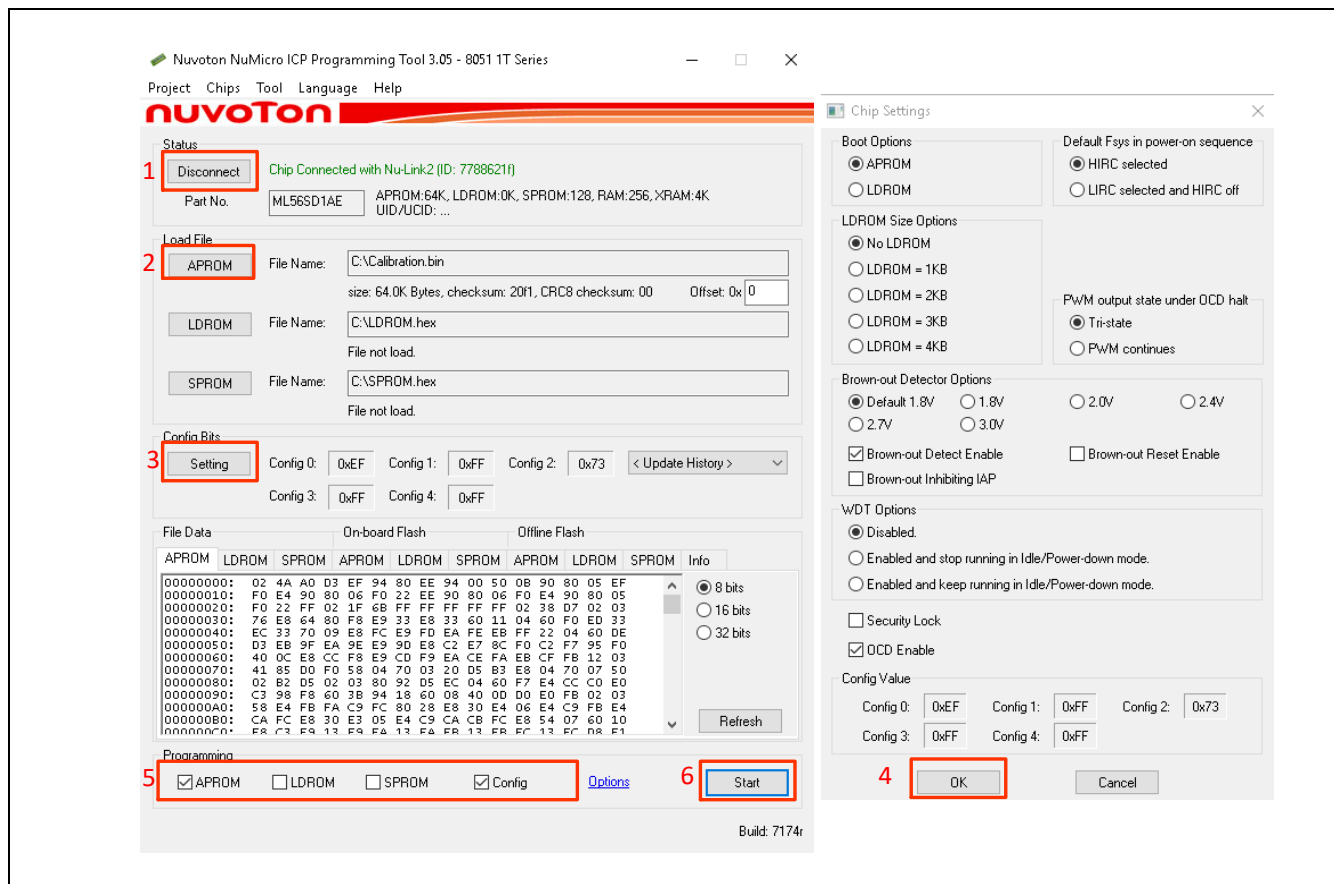

图 1-5 刻录 Calibration.bin 档案
1. 使用 ICP programming tool 刻录 calibration.bin 档案, 如图 1-5 所示。此档案存在 TK_Utility 文件夹中。